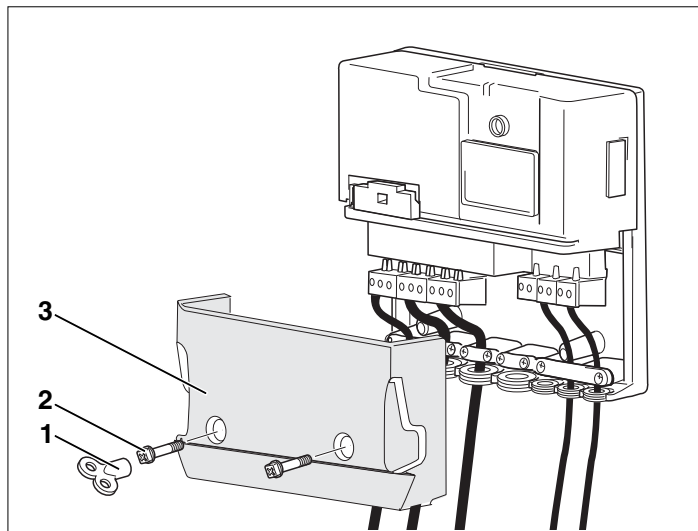

Рис. 12 Установка клеммной крышки
- Установить клеммную крышку (Рис. 12, **поз. 3**).
- Закрутить винты (Рис. 12, **поз. 2**) крестовой отверткой или ключом (Рис. 12, **поз. 1**).